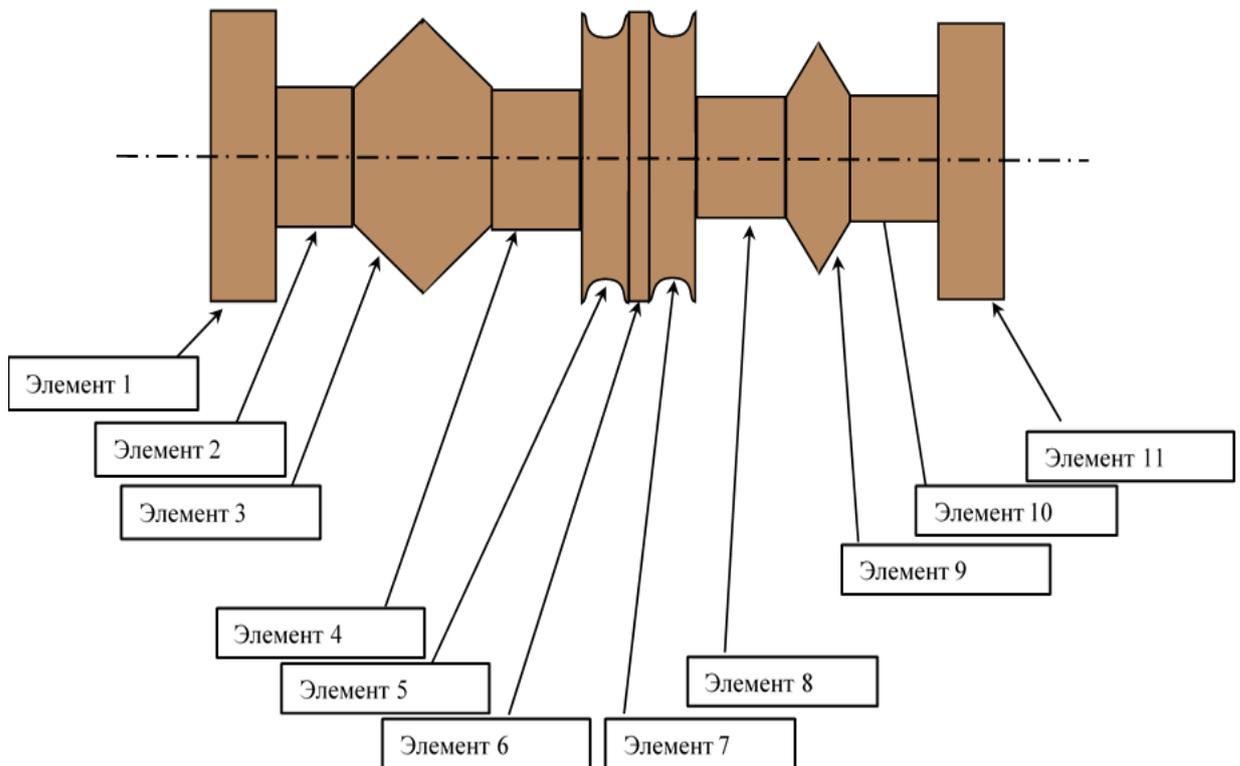

Рис.1
1. По представленной на рис. 1. детали и в полном соответствии со значениями, указанными в таблице разработайте чертёж детали. Форму изделия, изображённую на рисунке, сохраните без изменений. На правом